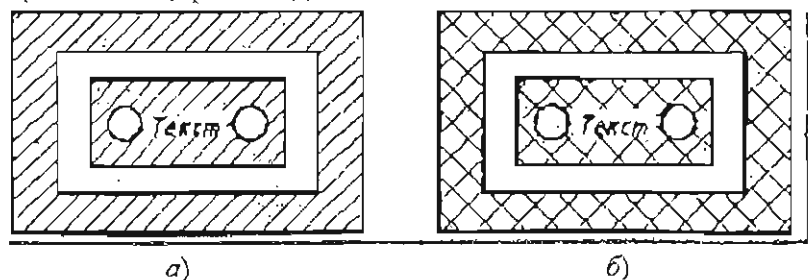

Рис. 7.29. Штриховка области а) до редактирования, б) после редактирования
Рассмотрим использование команды редактирования штриховки на примере чертежа, изображенного на рис. 7.29, а. Изменим способ штриховки и расстояние между линиями штриховки.
3. В диалоговом окне измените расстояние между линиями штриховки в поле **Spacing** (Интервал) с 3х до 5 мм и установите флажок в окне **Double**. Просмотрите изображение с помощью кнопки **Preview** (Просмотр) и выйдите из диалогового окна, щелкнув на кнопке **OK**. На экране появится исходный контур с внесенными изменениями (рис. 7.29, б).